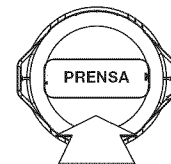

Fig. 22
- Vuelva a colocar la tapa protectora alineando las lengüetas de la tapa con los orificios de traba ubicados en la bobina exterior y presione firmemente hacia abajo hasta que ambas lengüetas se inserten nuevamente en su lugar. (Fig. 22)